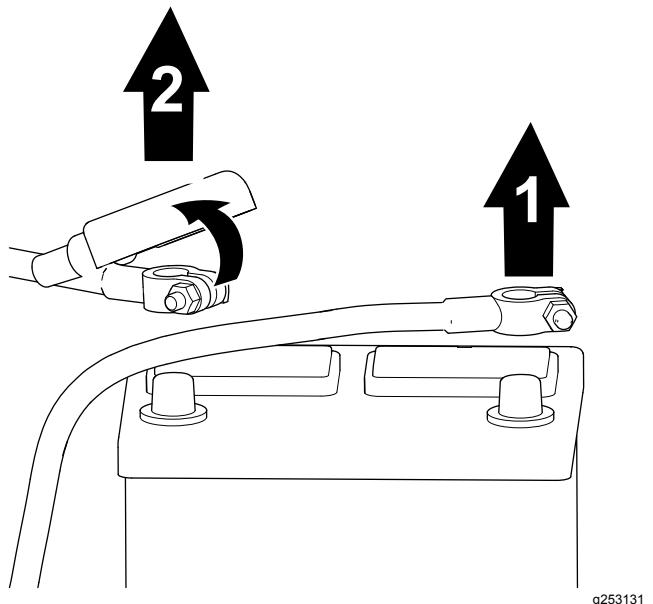

Figura 4
1. Retire el cable negativo del borne de la batería (Figura 4).
2. Eleve el aislante y retire el cable positivo de la batería del borne de la batería (Figura 4).